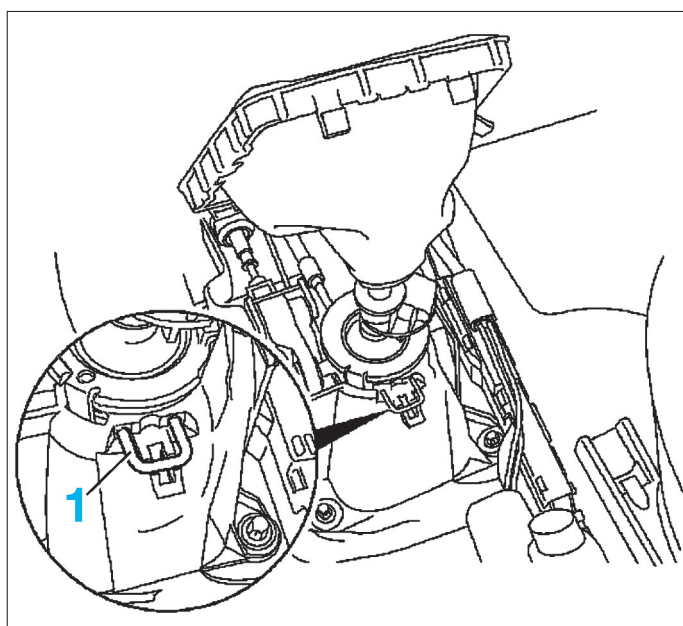

FIG. 12
- Bloquer le levier à l'aide d'une agrafe (1) (fig. 12).